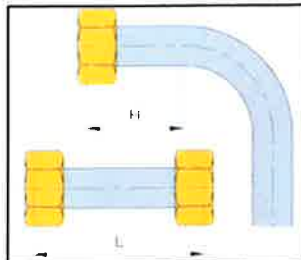

Abbildung 4: Mindestrohr-längen
- Bei Rohrbögen muss das gerade Rohrende bis zum Beginn des Biegeradius mindestens 2x Überwurfmutterhöhe betragen (Maß H, siehe Abb. 4).
Bei geraden Rohrleitungen ist eine Mindestrohrlänge zu berücksichtigen (Maß L, siehe Abb. 4).